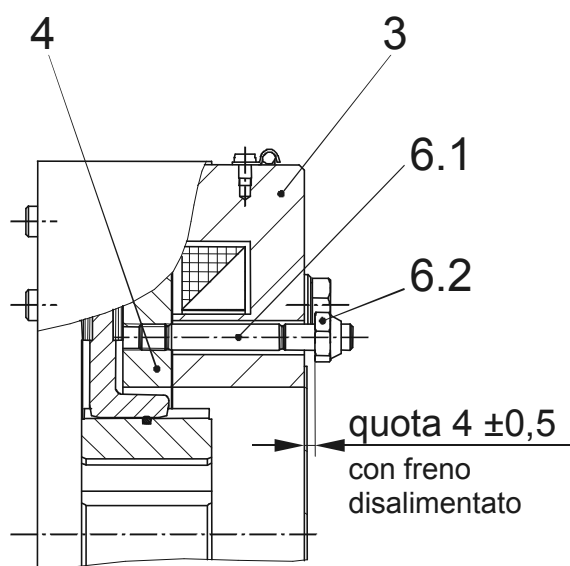

Fig. 5
**Sbloccaggio manuale d'emergenza (Pos. 6 / Fig. 5)**
**Alla rimessa in funzione dell'ascensore o dell'impianto si deve assolutamente riportare la distanza dei due dadi a testa esagonale (6.2) rispetto al portabobina (3) al valore di 4 ± 0,5 mm (con freno disalimentato), come indicato in fig. 5.** Prestare attenzione alle due etichette gialle di pericolo in lingua italiana e inglese, applicate in prossimità dei due dadi a testa esagonale (6.2).